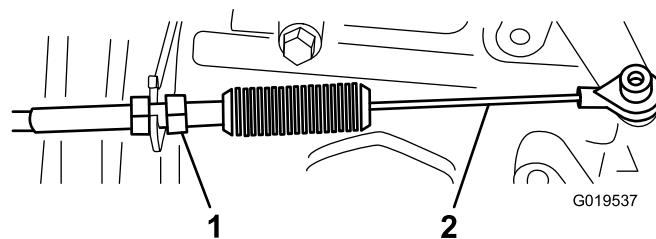
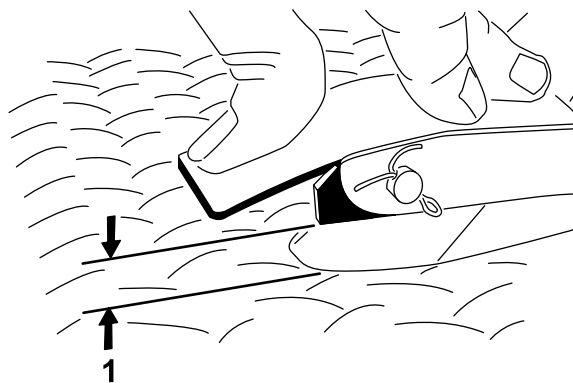

図 67
図 68
2. アクセルペダルの中央部を 11.3 kg の力で踏んだときに、ペダルと床のすきまが 2.546.35 mm となるようにアクセルケーブル(図 67)のボールジョイントを調整する(図 68)。
3. ロックナットを締めつける(図 67)。